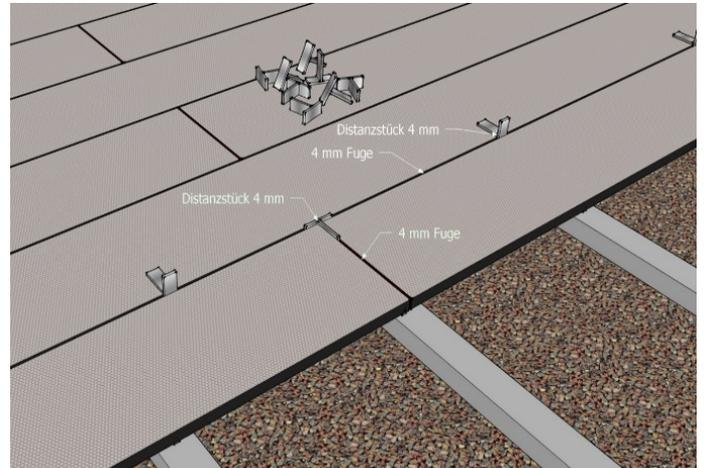

Abb. 1: Verlegung von OUTDOOR-LAMINAT Terrassendielen mit Alu-Distanzstücken und 4 mm-Fuge.
- Durch den Einsatz der Distanzstücke erhält man einen gleichmäßigen Fugenabstand von 4 mm (s. Abb. 1)